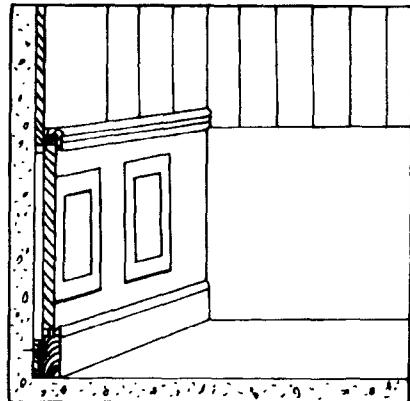

图 1-19 护墙板的结构
⑤ 护墙板的结构。扣板既可以装在踢脚线上也可先装扣板再装凹凸面板。踢脚线部分要用木垫垫开。这种方法更快捷，效果也比较好。如图 1-19 所示。